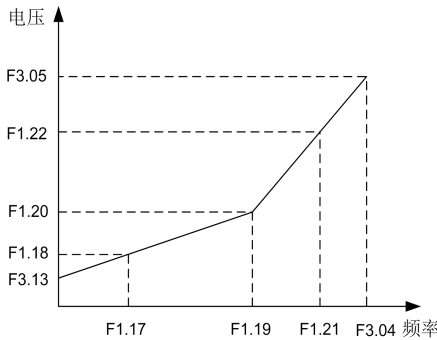

图 6-5 V/F 自定义曲线
- 当选择2时，为2.0次幂降转矩特性；如图6-5中的曲线1
- 当选择3时，为1.7次幂降转矩特性；如图6-5中的曲线2
当选择4时，为1.2次幂降转矩特性；如图6-5中的曲线3
当F1.17选择1时,用户可通过F1.18~F1.23自定义V/F曲线,如图6-5所示,采用增加(V1, F1)、(V2, F2)、(V3, F3)三点折线方式定义V/F曲线,以适用于特殊的负载特性。
此功能参数组用于灵活设定用户需要的 V/F 曲线，如图 6-5: